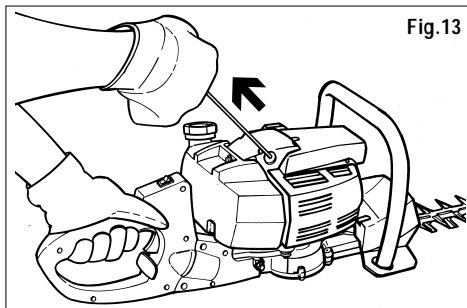

Fig.13
7) Puxe a fundo até 3 vezes a pega da corda de arranque (fig. 13).
9) Puxar o cordão de arranque (fig.13) até a colocação em função do motor.